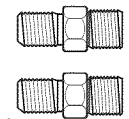

Fig. 16
- Siempre use los (2) adaptadores de unión abocinados nuevos (1/2" NPT x 3/4" o 1/2" de D.I.) suministrados con el nuevo conducto flexible de artefacto para conexión de la estufa (Fig. 16).